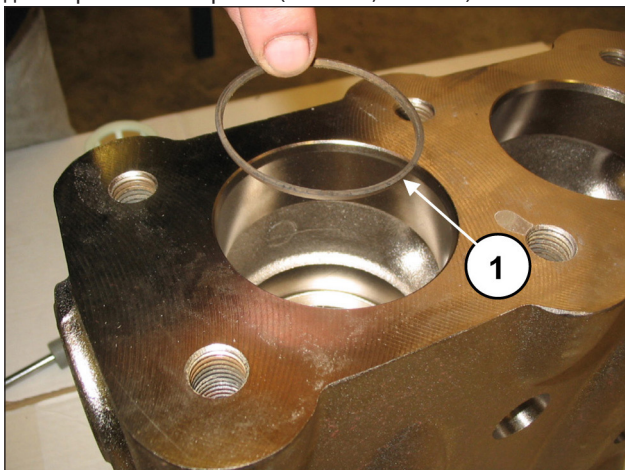

Рис. 113
Вставьте антиэкструзионное кольцо, поз. №5 на детализовочном чертеже (поз. ①, Рис. 113).